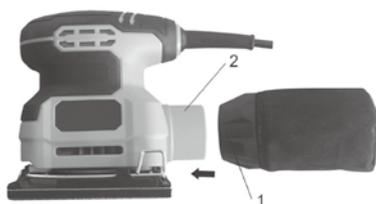

Fig. 1
1. Insérez le manchon d'assemblage de la boîte à conduits antipoussière (1) sur la goulotte à poussière (2) (Fig. 1).